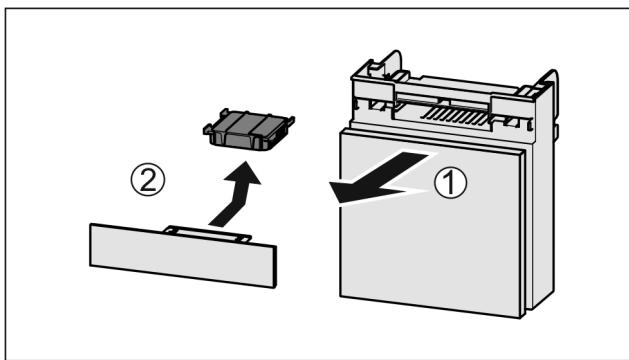

Fig. 148
- Predal izvlecite Fig. 148 (1) naprej.
- Odstranite Fig. 148 (2) aktivni ogleni filter.